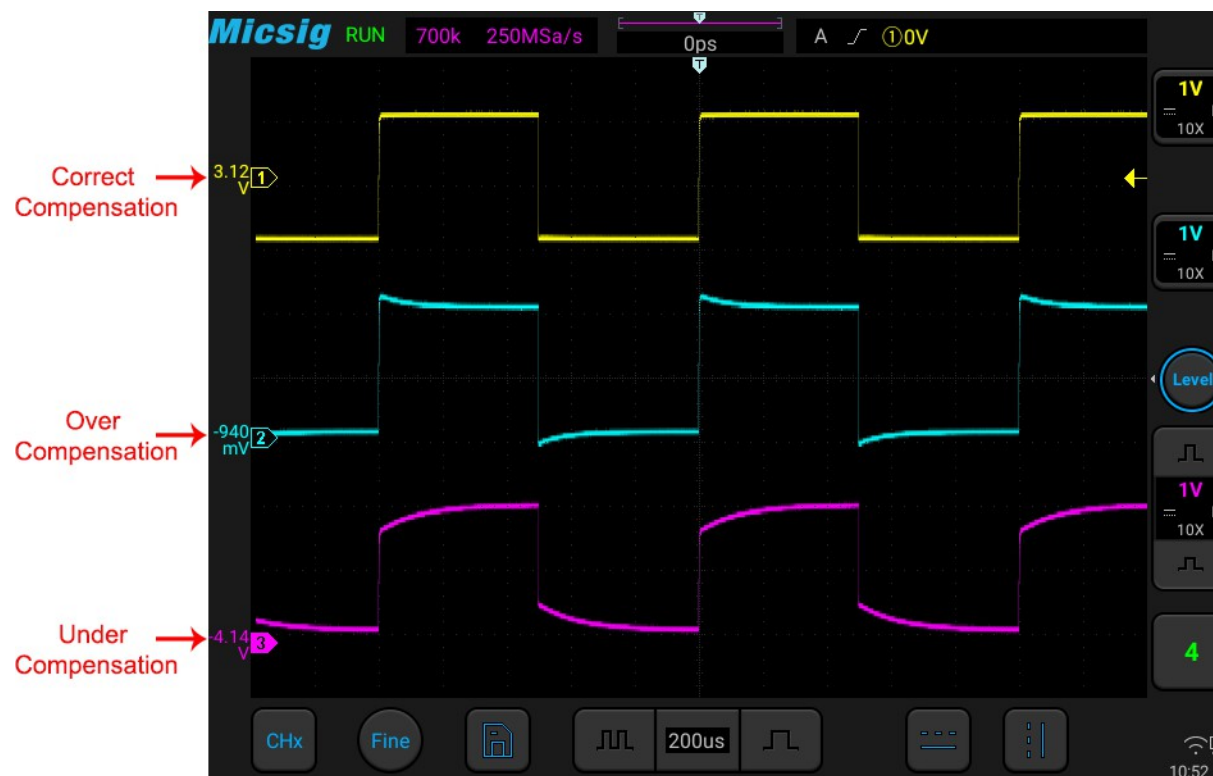

Abbildung 2-14 Sondenkompensation
- 5) Tippen Sie auf die Schaltfläche „Auto“ (Vertikale Empfindlichkeit/Horizontale Zeitbasis) oder passen Sie die vertikale Empfindlichkeit und die horizontale Zeitbasis der Wellenform manuell an. Beobachten Sie die Form der Wellenform, siehe Abbildung 2-14.